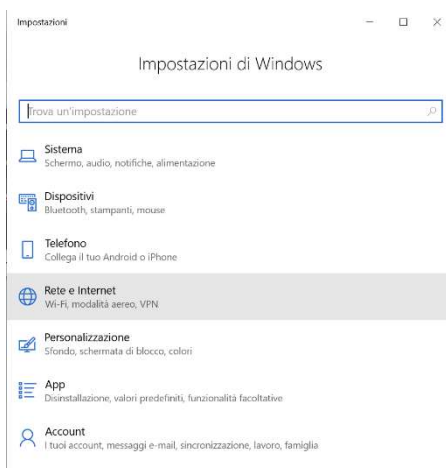

Fig.2
3. Scegliere Rete e Internet (Fig.2)